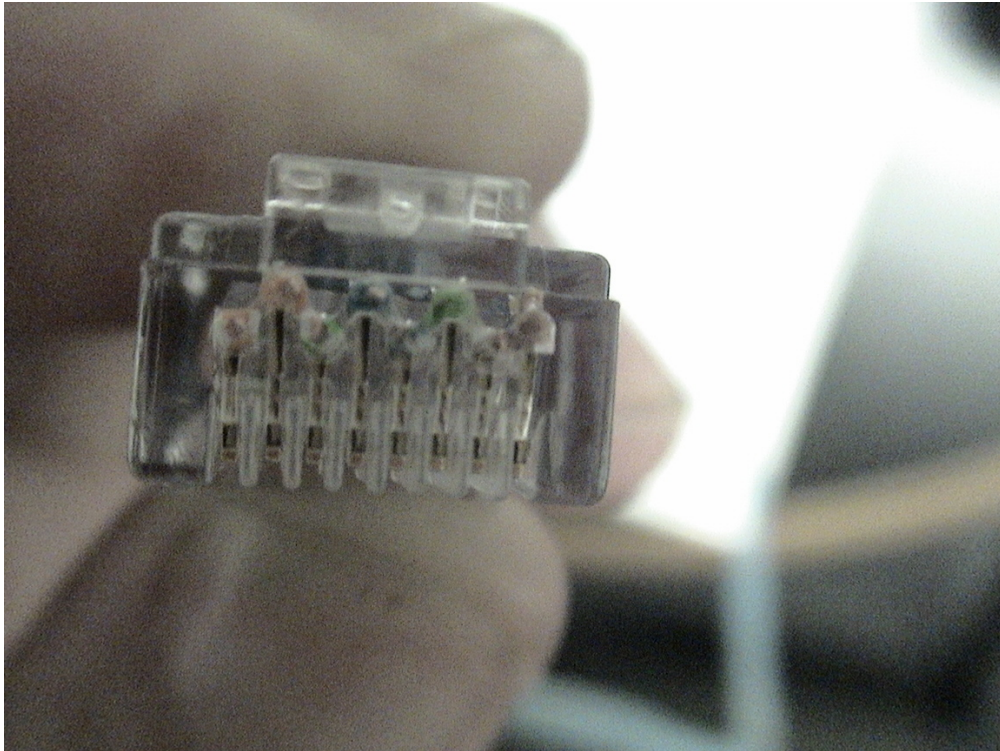

図 2: 先が届いているか？
- － 頭からみて、芯線が奥まで届いているかどうか? (図 2)